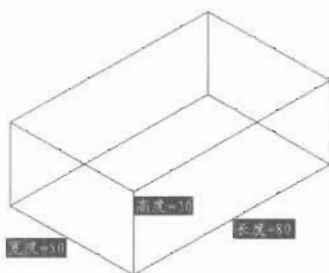

图 14-10
(3) 已知长方体的长、宽、高分别为 80mm、50mm、30mm,绘制一个长方体(如图 14-10 所示),命令执行过程如下。